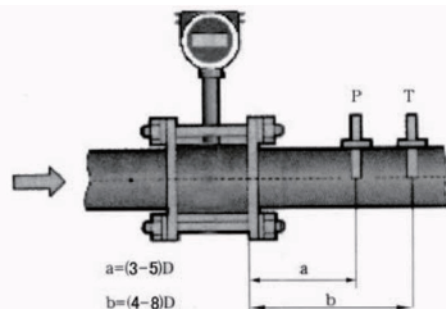

图 7.1 温度、压力安装点示意图
- 温度传感器应安装在流量计下游4~8D处如图7.1所示），在选好的位置开一个25mm圆孔，把铂电阻底座垂直或倾斜焊在开好的圆孔上，把铂电阻装在底座上并确保密封可靠无泄露。
- 压力变送器应安装在流量计下游3~5D处如图7.1所示），开孔的位置应使弯管装好后垂直地面。在选好的位置开一个20mm圆孔，把弯管的一头垂直焊在开好的圆孔上，把配套阀门拧在弯管的另一头上，阀门的上端装上压力变送器，阀门的两端应密封可靠确保无泄露。如果测量高温介质应提前把弯管灌上水，防止因温度过高损伤压力变送器。